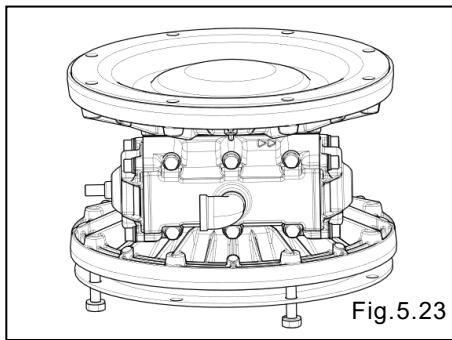
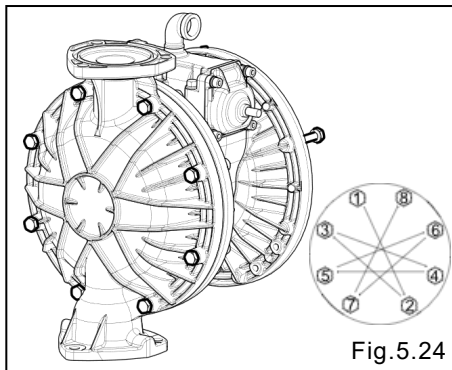

Fig.5.23
Fig.5.24
- Al apretar el diafragma de Fig.5.23, sus huecos deben quedar alineados con los 8 (12 en NDP-80) agujeros de los pernos de la cámara de aire. La posición del diafragma se ajusta girándolo ligeramente en sentido inverso al apriete, hasta conseguir la alineación con los agujeros de los pernos [Fig.5.23]
- Monte la cámara de líquido del lado del diafragma recién instalado, como se mencionó arriba Fig.5.23 [Fig.5.24].
- La Fig 5.24 muestra la posición estandar de las cámaras de líquido y el cuerpo central. Sin embargo, estas pueden alterarse dependiendo de las necesidades de instalación.